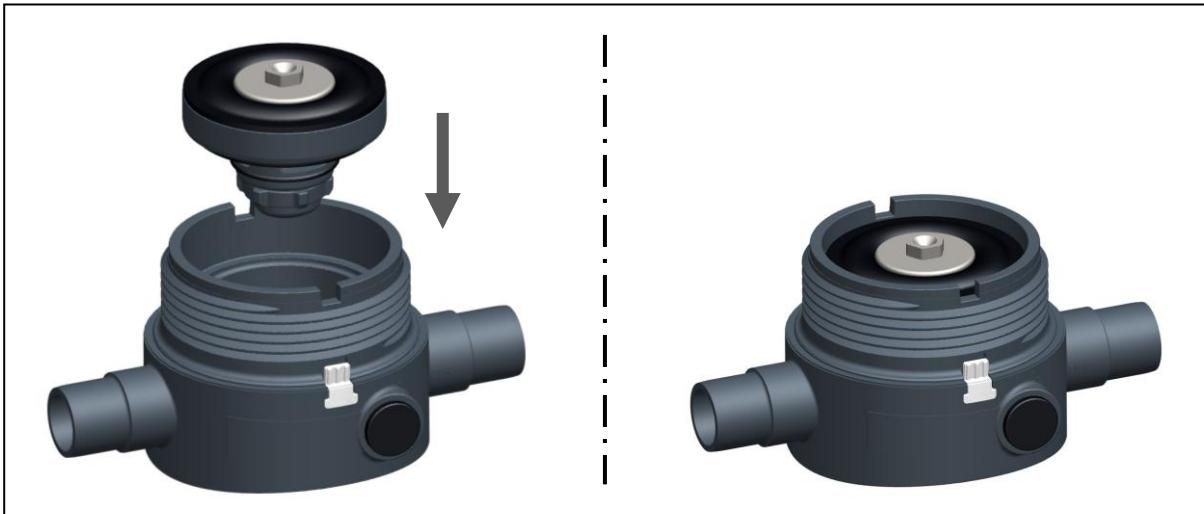

Fig. 12
- Colocar el cartucho en la pieza de base y empujarlo, ver la fig. 12.